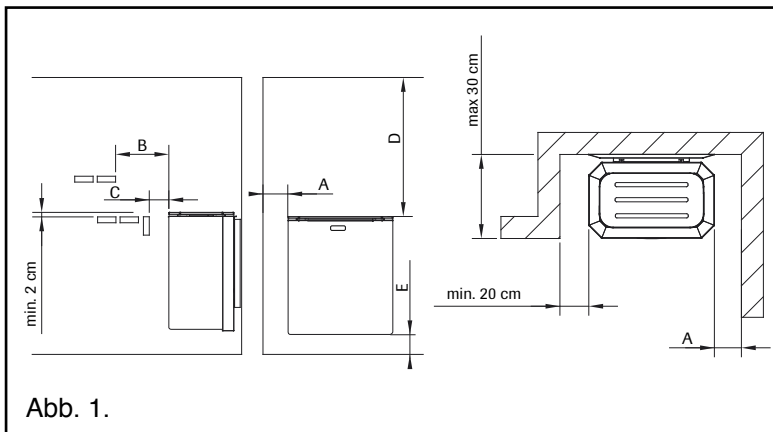

Abb. 1.
\*\*) Siehe Abb. 1    \*) Anschlusskabel: Gummikabel H07RN-F oder Vergleichbares
- Die NARVI NC-Saunaöfen mit 6,0 kW können auch in einer Wandvertiefung angebracht werden, wobei allerdings die Sicherheitsabstände entsprechend Abbildung 1 eingehalten werden müssen.